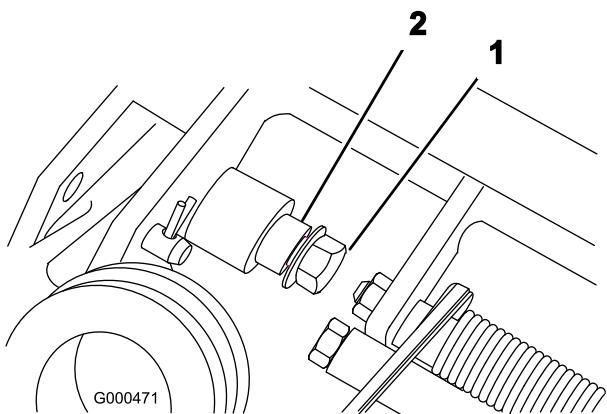

図 7
- 機体左右のボルトとピボット・ピンからフランジ・ロックナットを外す（図 7）。